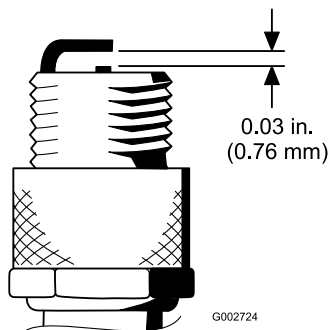

Figure 28
- Régalez l'écartement entre les électrodes centrale et latérale à 0,76 mm (0,030 po); voir Figure 28. Montez la bougie avec l'écartement correct et un joint d'étanchéité, et serrez-la à 23 N·m (200 po-lb). À défaut de clé dynamométrique, serrez fermement la bougie à la main.